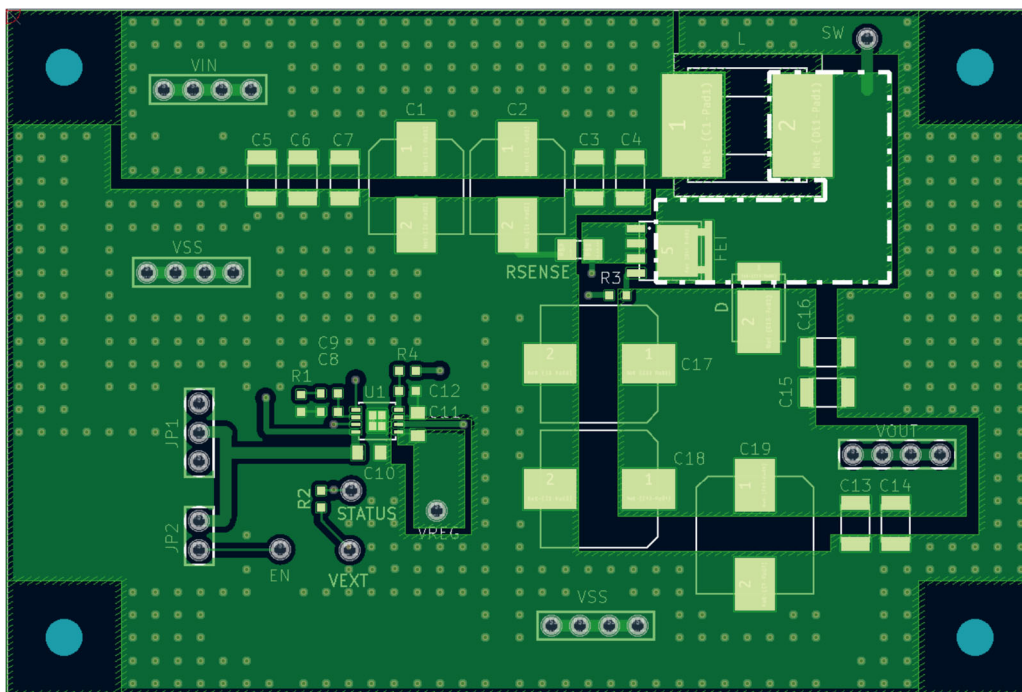

図5 TOPレイヤー (1層目)
- ・高周波放射ノイズを低減するためSWの配線面積 ("図5 TOPレイヤー (1層目)" の破線で示した領域) をできるだけ小さくしてください。
- ・渦電流による損失を避けるためインダクタ (L) の裏面の銅箔はすべてなくしてください。